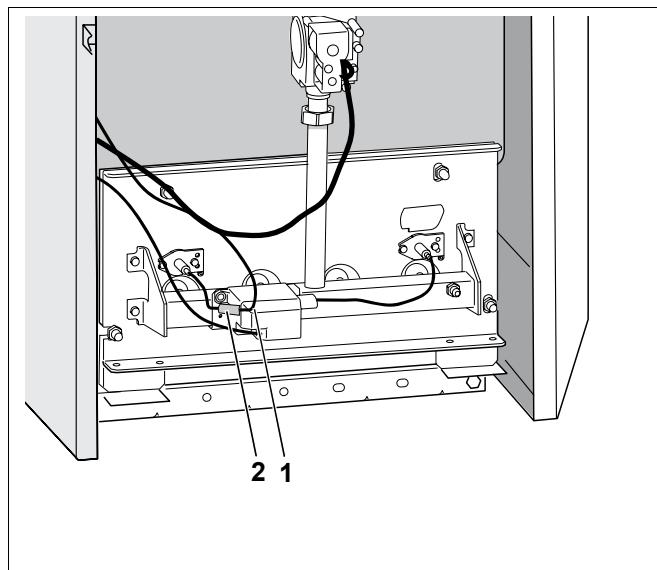

Рис. 32 Удаление контактного предохранителя
- Удалить контактный предохранитель (рис. 32, **поз. 2**) на контролльном кабеле (рис. 32, **поз. 1**) и вынуть штекер.